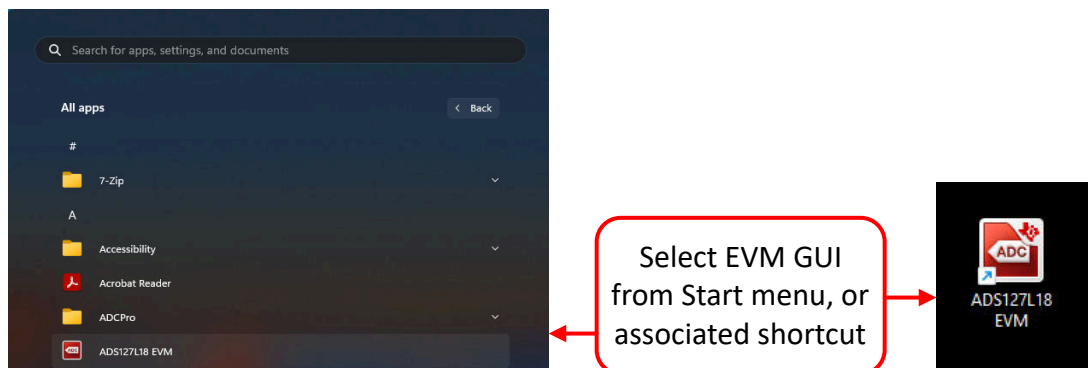

图 4-2. 启动 ADS127L18 EVM GUI 软件
- 按照图 4-2 所示启动软件 GUI。您会注意到，当 FPGA 固件加载到 PHI 上时，LED 缓慢闪烁。此加载过程需要几秒时间。